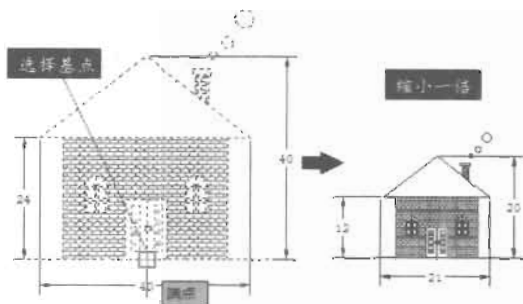

图 4-149
(2) 在命令行中输入 Scale 命令,并按 Enter 键,将房屋缩小一倍,如图 4-149 所示,命令执行过程如下。